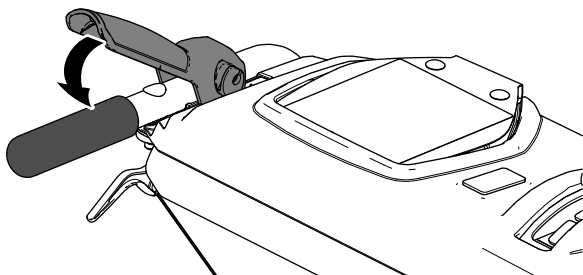

Bild 14
2. Drücken Sie den linken Fahrtriebshebel langsam zum linken Holm (Bild 14).